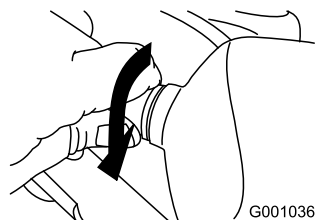

Figure 64
5. Tournez l'embase de l'ampoule dans le sens horaire jusqu'à ce qu'elle soit bien vissée (Figure 64).